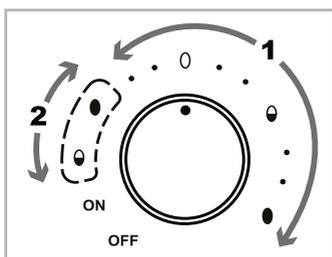

Fig. 1
- 1) Rotiți butonul rotativ **7** în poziția corespunzătoare gradului de duritate dorit al ouălor. Utilizați zona de reglare „1” (a se vedea fig. 1) cu simbolurile și punctele corespunzătoare situate în față:
Pentru primul proces de fierbere utilizați zona de reglare „1” cu simbolurile și punctele corespunzătoare situate în față. Pentru al doilea proces de fierbere utilizați zona de reglare „2” cu simbolurile subliniate (a se vedea fig. 1).
- 2) Poziționați butonul rotativ **7** în poziția corespunzătoare celui mai slab grad de duritate a ouălor (se aplică zona de reglare „1”, a se vedea fig. 1). Becul de control **8** luminează constant și începe procesul de fierbere.
- 5) Așezați la loc capacul **2** și rotiți butonul rotativ **7** în poziția simbolurilor subliniate (zona de reglare „2”, a se vedea fig. 1) care corespunde gradului de duritate dorit pentru ouăle rămase în aparat: